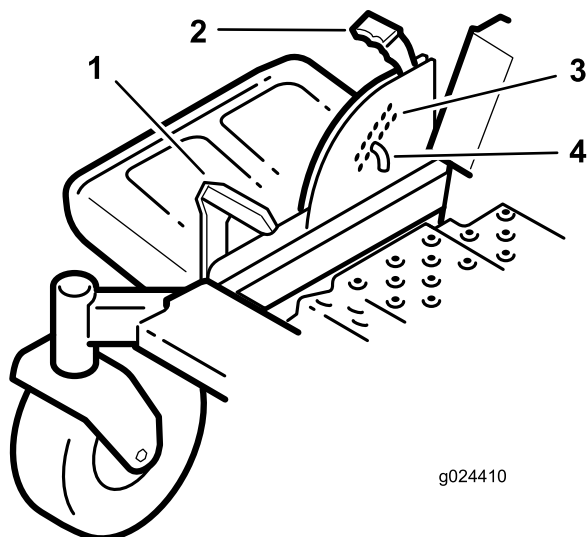

Figura 24
1. Empurre o pedal de elevação da plataforma com o pé e eleve a plataforma de corte para a posição de bloqueio de transporte (também a posição de altura de corte de 114 mm) (Figura 24).
2. Para ajustar, remova o pino do suporte da altura de corte (Figura 24).
3. Selecione um orifício no sistema da altura de corte que corresponda à altura de corte desejada e insira o pino (Figura 24).